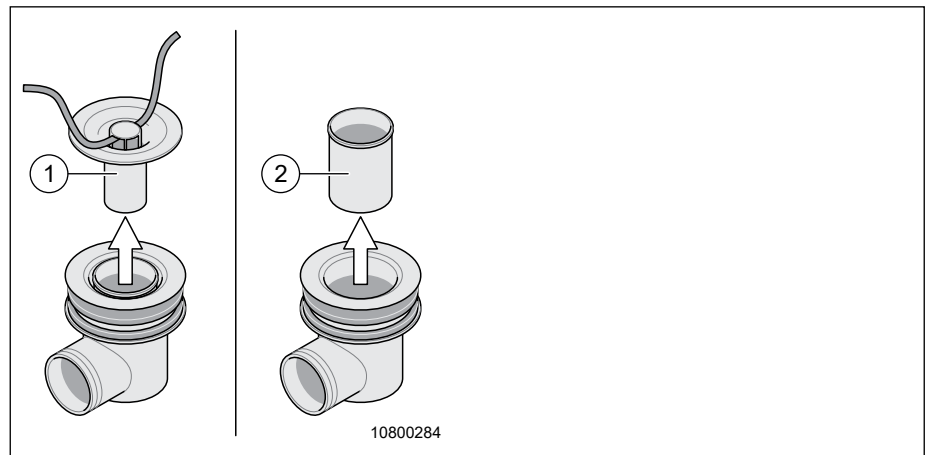

Fig. 113 Siphon (siphon, douche), variante avec parement chromé
Pour éviter des mauvaises odeurs émanant de l'installation des eaux usées, le camping-car est équipé de siphons (Fig. 112) et (Fig. 113).
1. Enfiler une cordelette dans le bouchon d'alimentation (Fig. 113, Pos. 1).
4. Tirer le gobelet (Fig. 113, Pos. 2) vers le haut et l'enlever.